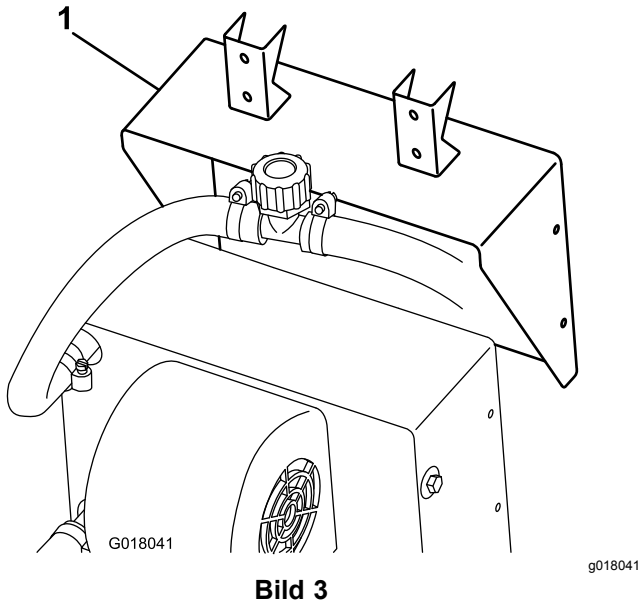

Bild 3
1. Befestigen Sie die Heizungshalterung mit den Schrauben, die mit der Heizung geliefert wurden, an der Heizung (**Bild 3**).